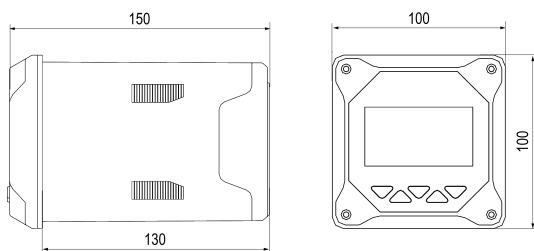

Рисунок 4.2 – Габаритные размеры
- Подготовить в щите управления монтажный вырез для установки прибора с помощью (см. рисунок 4.2).